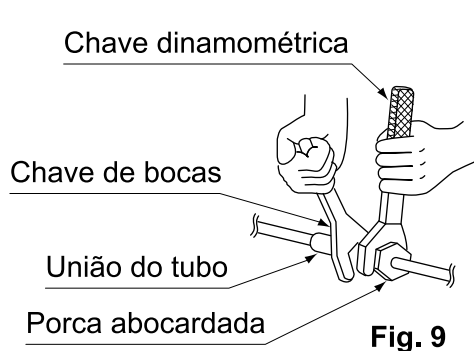

Fig. 9
- Certifique-se de que utiliza uma chave de bocas e uma chave dinamométrica em conjunto, conforme ilustrado no desenho, ao ligar ou desligar tubos da unidade. **(Consulte a Fig. 9)**